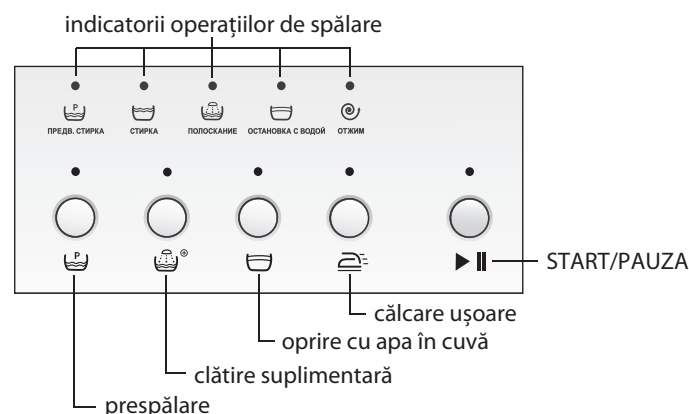

Figura 3 – Afişajul și butoanele de comandă
Fiecare buton are un indicator și este marcat cu simbol pe panoul de comandă, în conformitate cu Figura 3. Pentru a selecta funcția auxiliară dorită, apăsați butonul corespunzător.
1.4.1 Pentru a selecta funcția auxiliară, apăsați butonul corespunzător acestei funcții — se aprinde indicatorul în conformitate cu Figura 3. La apăsare repetată, indicatorul de lumină se stinge, funcția se anulează.